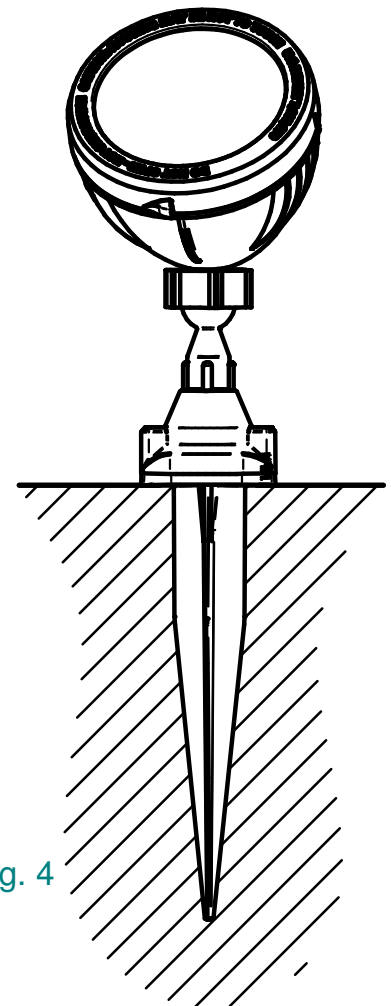

Fig. 4
- Stake fixture into the ground, aim the fixture to desired direction, and completely tighten lock nut (Fig. 4).
- Stake fixation dans le sol, visent la fixation à la direction souhaitée, et serrer complètement l'écrou de blocage (Fig. 4).